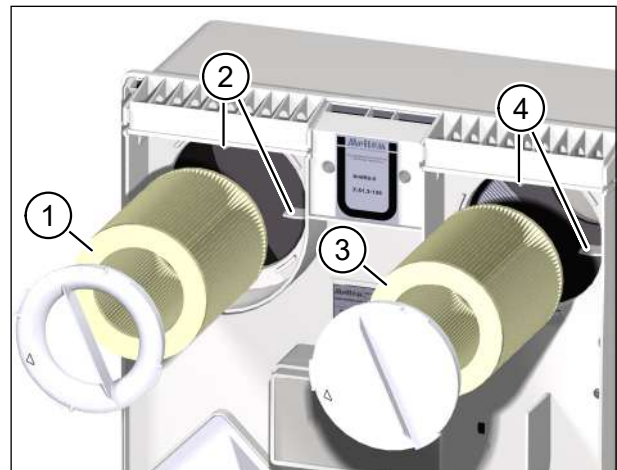

Abb. 13: Neue Luftfilter einsetzen
- ▶ Führen Sie den neuen Abluftfilter (Pos. 1 in Abb. 13) vorsichtig in das Lüftungsgerät ein.
- ▶ Achten Sie darauf, dass der Luftfilter in die vier Haltenasen (Pos. 2 in Abb. 13) an der Rückwand des Lüftungsgerätes gleitet.
- ▶ Setzen Sie den neuen Außenluftfilter (Pos. 3 in Abb. 13) vorsichtig in das Lüftungsgerät ein.
- ▶ Achten Sie darauf, dass der Luftfilter in die vier Haltenasen (Pos. 4 in Abb. 13) an der Rückwand des Lüftungsgerätes gleitet.